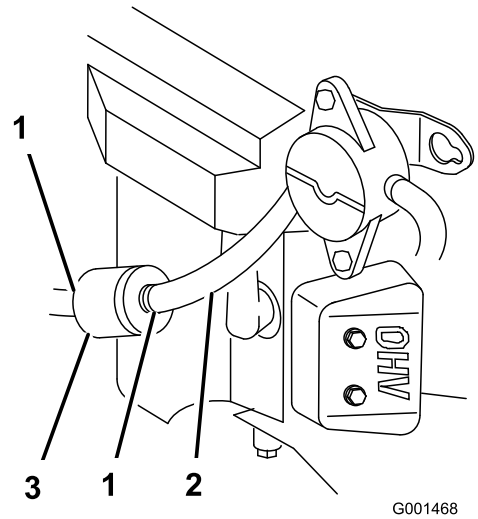

Bild 29
4. Drücken Sie die Enden der Schlauchklemmen zusammen und schieben Sie sie vom Filter weg (Bild 29).